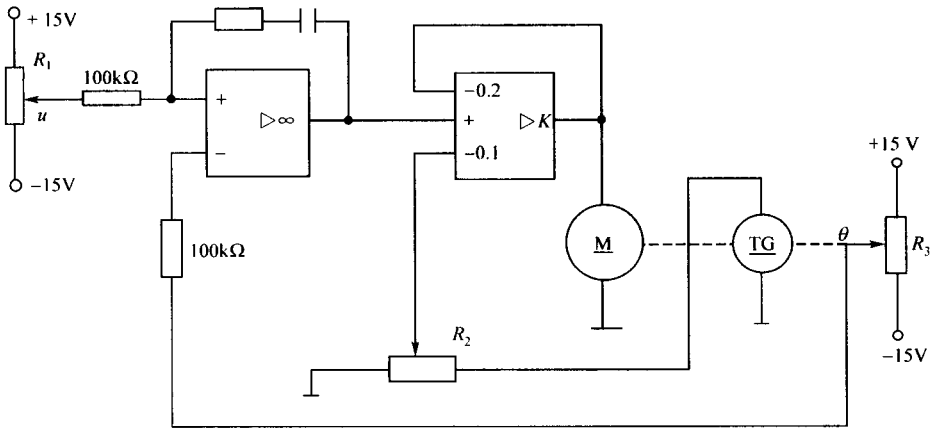

图 1-4 角度伺服系统
2. 图 1-4 表示一个角度伺服系统，M 是直流电动机，TG 是直流测速发电机。绘出该系统元件框图。